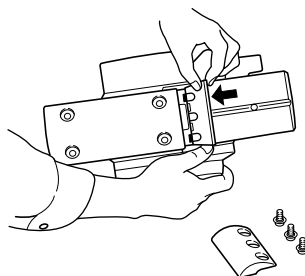

Fig. 7
(2) Comme indiqué à la Fig. 7, glisser l'arrière de la lame dans le sens de la flèche pour démonter la lame.